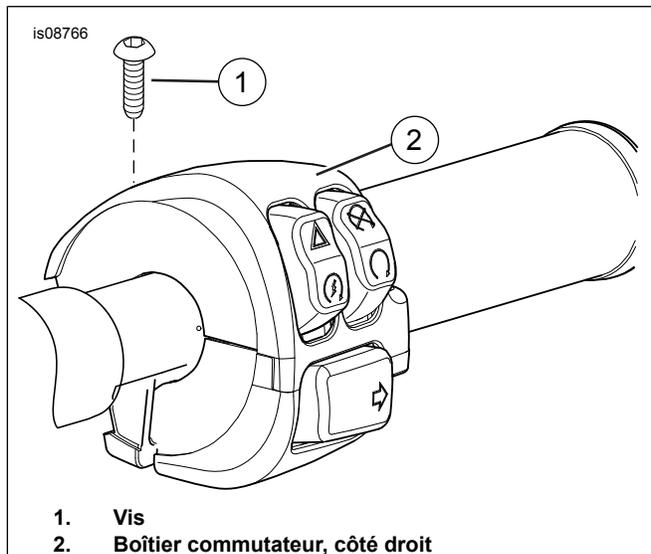

Figure 2. Vis et boîtier commutateur
3. Voir Figure 2. Retirer la vis (1) du côté droit du boîtier commutateur (2). **Modèles Road King de 2014 et plus récents** : Conserver la vis pour la réutiliser ultérieurement. **Tous les autres modèles** : Mettre la vis au rebut.